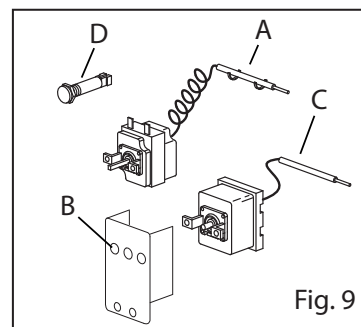

Fig. 9
- Retirar o bulbo do suporte (Fig. 9/A)
- Soltar o TERMÓSTATO do suporte (Fig. 9/B)
- Retirar o bulbo do suporte (Fig. 9/C)
- Montar a nova lâmpada (Fig. 9/D)